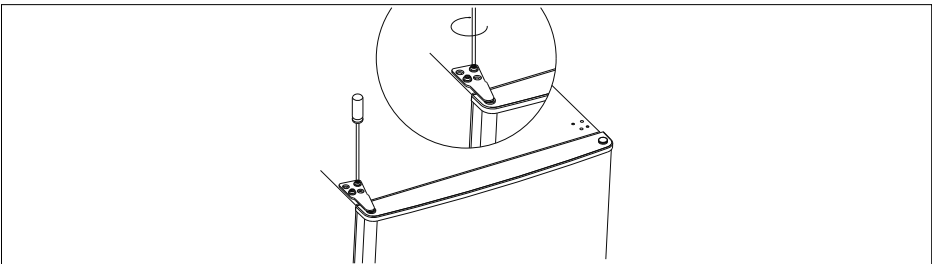

Abb. 9
- ▶ Richten Sie das Gerät wieder auf. Halten Sie dabei die Kühlraumtür (4) etwas fest.
- ▶ Vergewissern Sie sich, dass die Kühlraumtür (4) horizontal und vertikal bündig mit dem Gerätegehäuse abschließt, sodass alle Dichtungen schließen, bevor Sie das obere Scharnier wieder festschrauben.
- ▶ Setzen Sie anschließend das obere Scharnier (10) wieder auf und schrauben Sie das Scharnier mit den drei Schrauben fest. Verwenden Sie einen Schraubenschlüssel, um die Schraube anzuziehen (siehe **Abb. 9**).